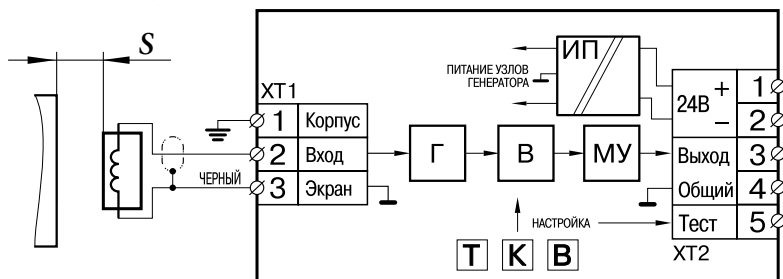

Рис. 4.2. Функциональная схема ПЛП СИЭЛ–1661-... и СИЭЛ–1662-...
4.6.2. Выходной сигнал генераторов-преобразователей СИЭЛ–1661-... и СИЭЛ–1662-... формируется в масштабирующем усилителе МУ (см. рис. 4.2), обеспечивающем необходимый вид выходного сигнала: напряжение или ток.